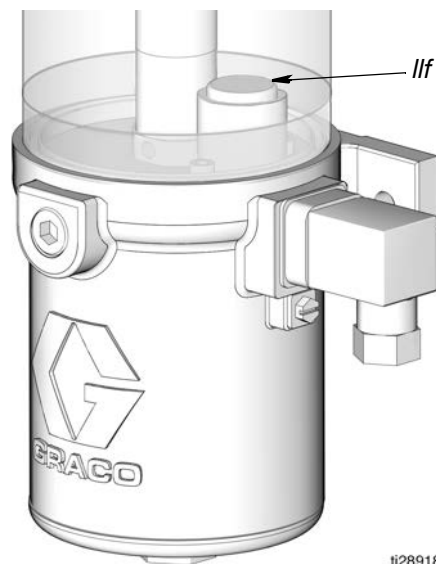

FIG. 10: Galleggiante del livello basso completamente spostato in posizione bassa
Quando viene erogato l'olio, il galleggiante basso livello inizia a spostarsi verso il basso. Quando l'olio nel serbatoio raggiunge il livello basso, il galleggiante completamente spostato verso il basso (come mostrato in FIG. 10) chiude il livellostato di livello basso normalmente aperto e al controller (J) viene inviato un segnale di livello basso.